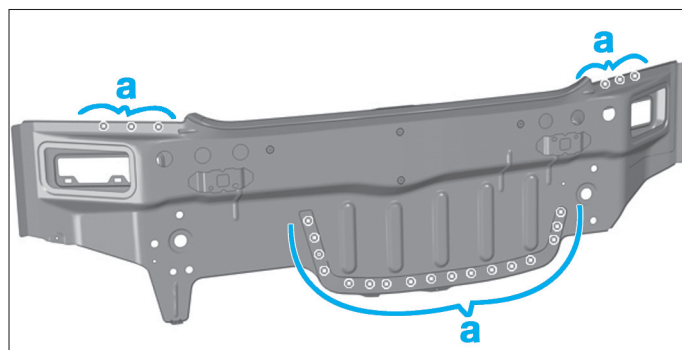

FIG. 195
- Percer des trous Ø 6,5 mm pour le soudage par points bouchons zone (a) (Fig.195).